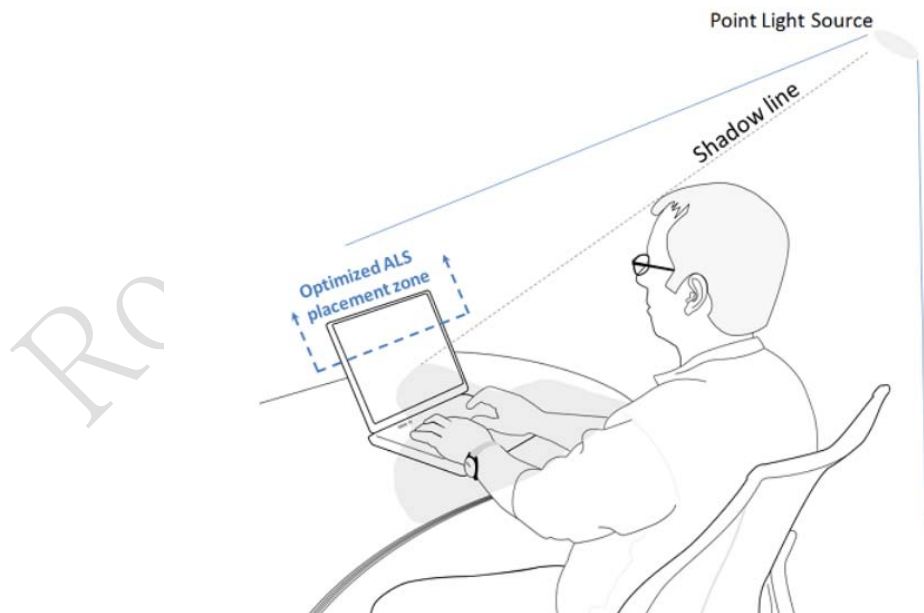

图19-5
- 光传感器在PCB布局时，必须考虑用户的使用习惯，建议放置在前置摄像头附近最佳，边上尽量不要放置其他发光体，如图19-5。